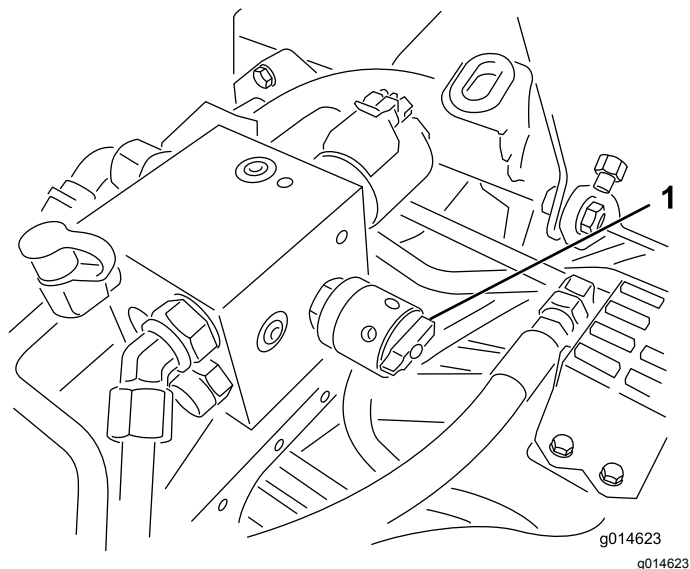

Figura 51
4. Ajuste a velocidade dos cilindros, rode o manípulo (Figura 51) até que as setas indicadoras fiquem alinhadas com o número que determinou no passo 3.